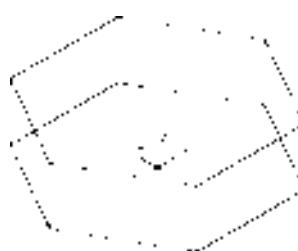

图 10-65 拉伸六边形
② 单击“建模”工具栏中的“拉伸”按钮 $\square$ ，将上步绘制的六边形进行拉伸，拉伸距离为“8”，结果如图 10-65 所示。